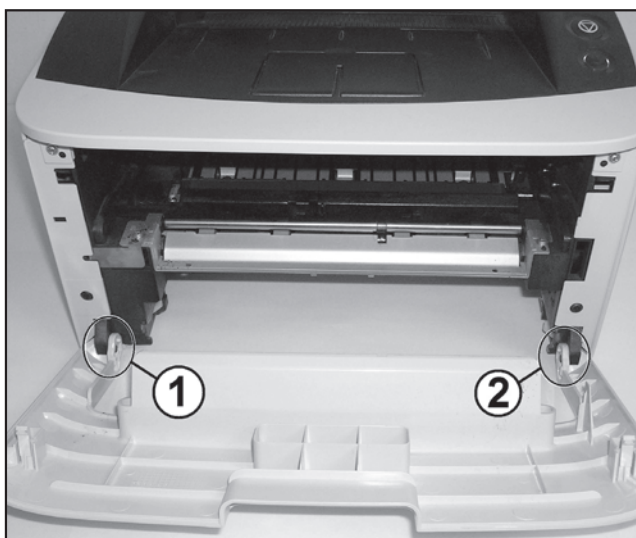

Рис. 1
2. Перемещают левую нижнюю сторону крышки доступа к картриджу в районе оси вращения (1 на рис. 1) вправо, до выхода отверстия, расположенного на ней, за пределы оси. Далее перемещают левую сторону крышки немного к себе, а затем перемещают ее влево, до выхода правой оси (2) из отверстия крышки и снимают ее с принтера.